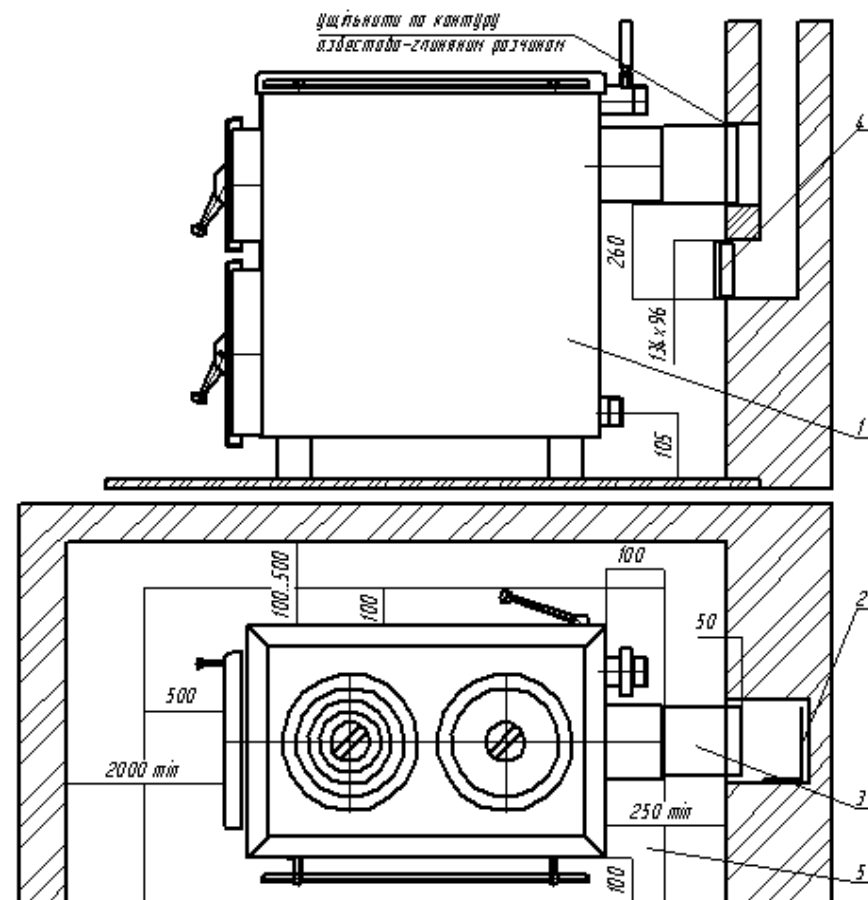

Рис. 2 Рекомендована схема установки апарата і приєднання до димової труби.
- рекомендовані розміри установки апарата згідно **рис. 2**.
2.2.2.1.5 Перед встановленням апарата на підлогу положити металевий лист згідно рис. 2.